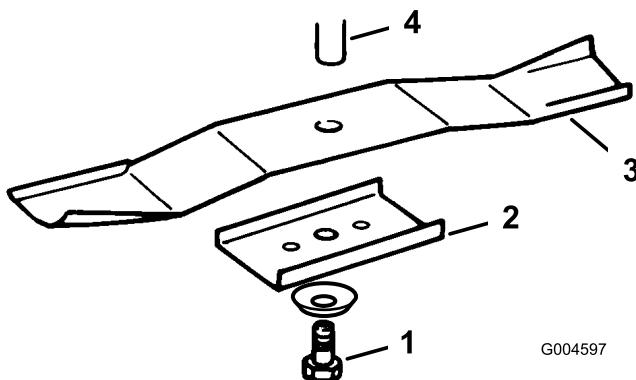

Figura 36
3. Togliete il bullone (chiave da 16 mm [5/8"]), la rondella curva, il fermo e la lama (Figura 36). In sede di rimozione del bullone, per bloccare la lama inserite un blocco di legno tra la lama e il tosaerba.
1. Montate la lama, il fermo, la rondella curva (lato concavo verso la lama) ed il bullone della lama (Figura 36).